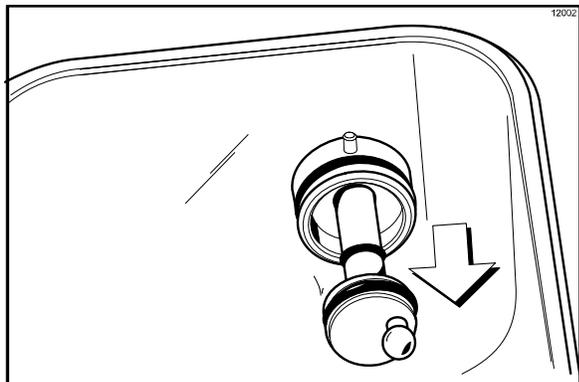

Figura 103
- Quite el eje motor de la bomba del cubo motor localizado en la pared trasera de la tolva de mezcla. (Vea la figura 103).